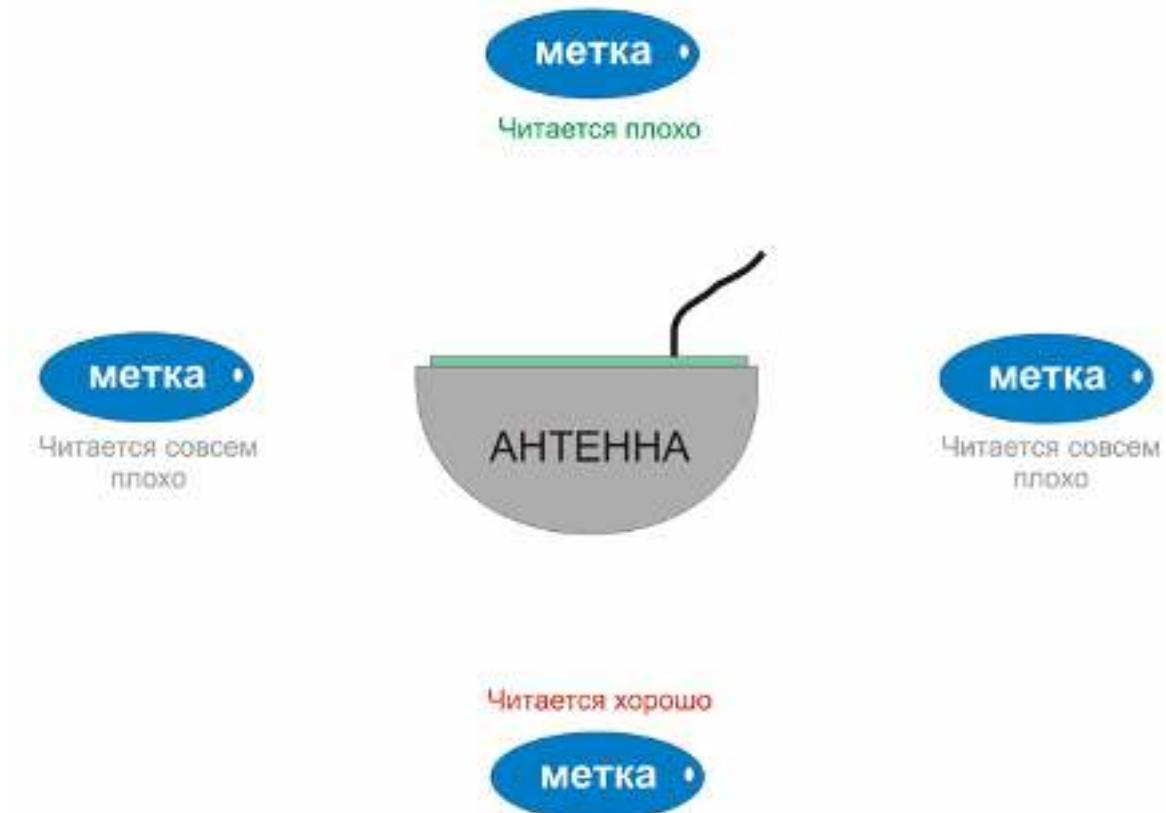

Рисунок 11. Зоны чтения метки.
- Правильно сориентировать антенны каждого из каналов. Антенны имеют достаточно выраженную диаграмму направленности, то есть при различной ориентации метки относительно антенн дальность считывания существенно меняется. Максимальная дальность получается при расположении метки по оси передней плоскости антенны, минимальная – при расположении метки параллельно плоскости антенны или сзади нее (рисунок 11).